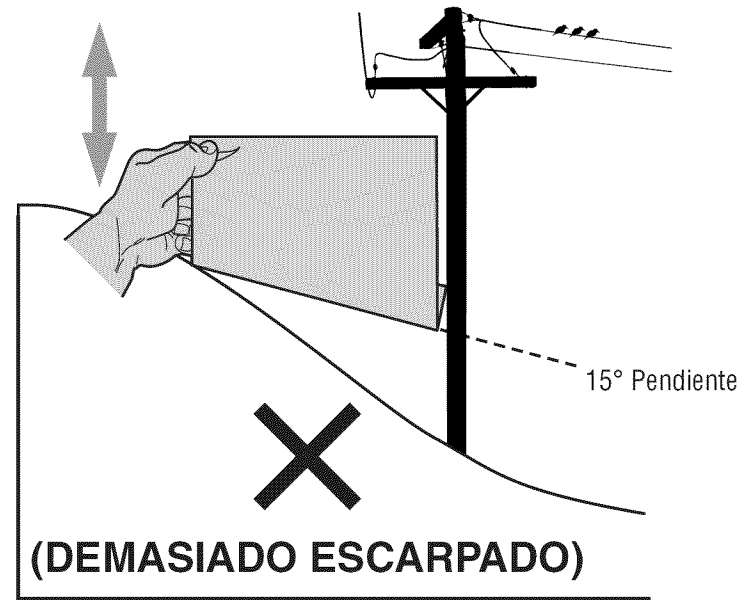

Figura 2
3. Alinee cada lado de pendiente de calibre con el objeto vertical (consultar Figura 1 and Figura 2).
4. Ajuste el pendiente de calibre arriba o hacia abajo hasta los toques esquina izquierda el pendiente (consultar Figura 1 and Figura 2).